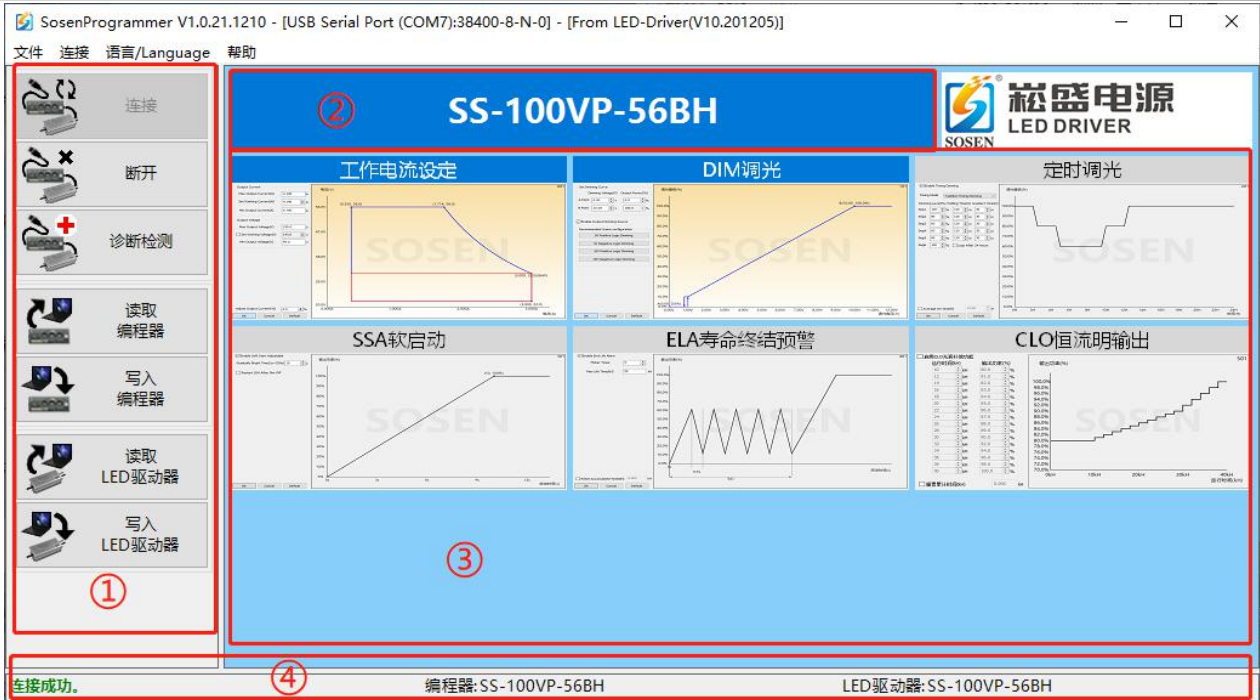

图 3
(1) 连接、读取 LED 驱动器、写入 LED 驱动器，如图 3，在框图位置①处。
如果想恢复机型的默认参数，可以点击“**加载默认机型**”，如图 3，鼠标左键单击框图位置②处，选择对应机型。
(2) 修改参数，可设置电流输出，定时调光等设置，如图 3，在框图位置③处。
(3) 写入 LED 驱动器时，请确认选定的型号与已连接的 LED 驱动器型号保持一致（如图 3，框图位置④处），否则编程器会拒绝编程并报错。
写入编程器的型号与 LED 驱动器型号必须一致，才能写入成功，否则编程器将报错，检查型号是否一致如图 3，框图位置④处。